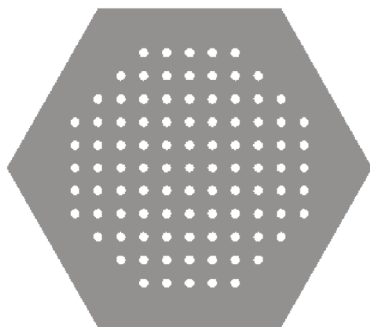

图 7-64 创建填充阵列
STEP 07 单击“完成”按钮, 即可创建填充阵列，效果如图 7-64 所示。